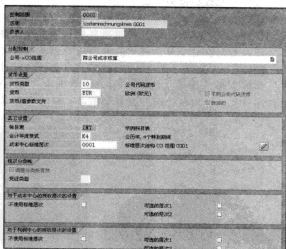

图 9-45 “控制范围细节修改”界面
STEP 2 单击“新条目”按钮,弹出“控制范围细节修改”界面,如图 9-45 所示。在此界面中,首先输入“控制范围”中的编码以及描述、负责人信息,然后在“分配控制”页中设置“公司→CO 范围”。